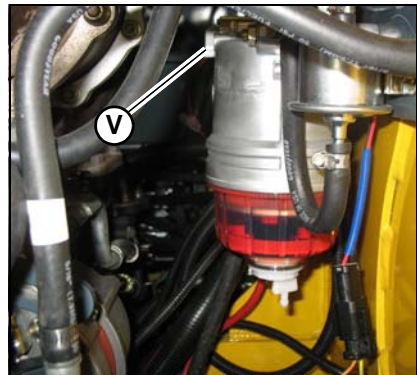

Figura 99 – Separador de água
3. Vire a alavanca da válvula de combustível (V, Figura 99) no separador de água para a posição DESLIGADO.
6. Vire a alavanca da válvula de combustível (V, Figura 99) no separador de água para a posição LIGADO.